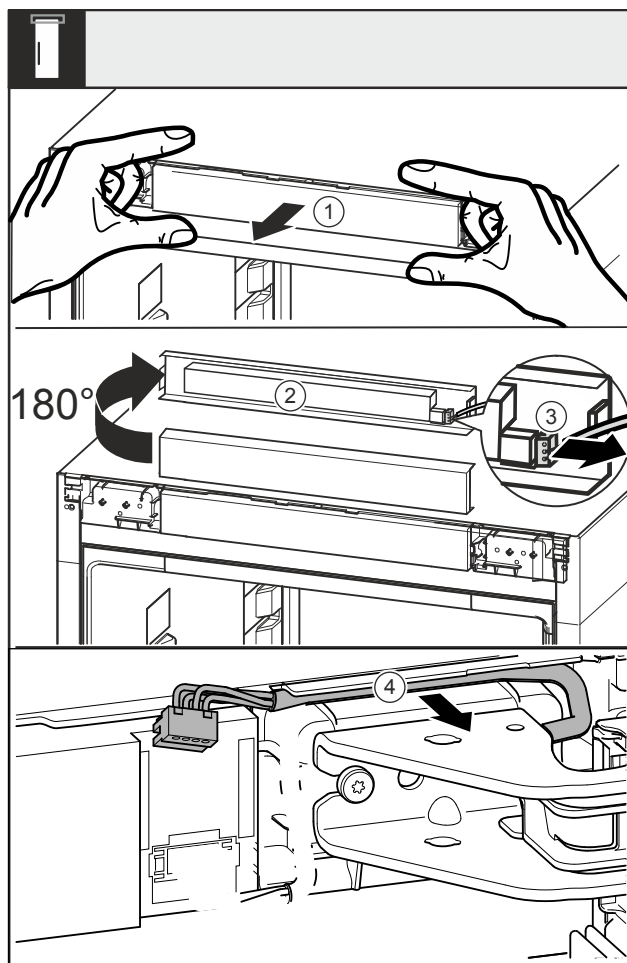

Fig. 16
- ▶ Válassza le a takarólemezt Fig. 16 (1) előre felé.
- ▶ Fordítsa el a takarólemezt Fig. 16 (2) felfelé 180°-kal.
- ▶ Nyomja hátrafelé a dugón lévő reteszelő bütyköt Fig. 16 (3), és óvatosan húzza ki a dugót.
- ▶ Vegye ki a csapágybak feletti kábelt Fig. 16 (4) a vezető-sínből.